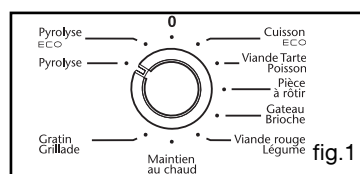

fig.1
Il suffit de positionner votre sélecteur de cuisson sur la position  "Pyrolyse" ou sur la position  "Pyrolyse ECO" (fig.1).
- Dévissez le hublot (fig.1).